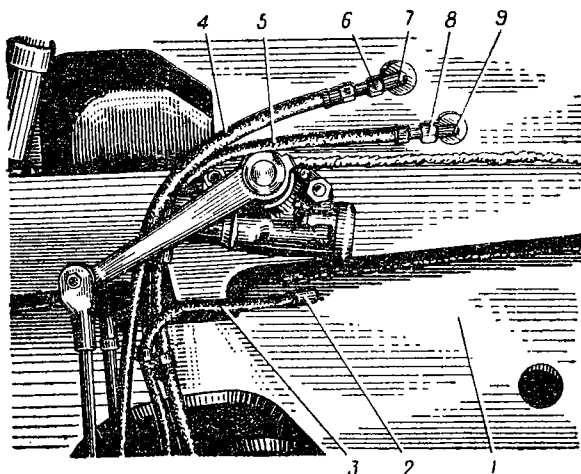

Рис. 28. Присоединение гибких шлангов к корпусу машины:
3. Ослабить винты крепления скоб на воздушных шлангах 4 и 5 (рис. 28) и снять скобы. Отогнуть концы скобы и вывести из скобы шланги. Отвернуть накидные гайки 6 и 8 и отсоединить воздушные шланги от штуцеров 7 и 9.
3. Установить на штуцер 2 (рис. 28) шланга 3 уплотнительное кольцо, вставить штуцер в отверстие корпуса машины и закрепить гайкой с пружинной шайбой.
8. Вывернуть наконечники шлангов 3, 4 и 5 (рис. 28) из правой и левой цапф и снять шланги. Снять с наконечника шланга 3 уплотнительное кольцо.
7. Надеть на наконечник шланга 3 (рис. 28) уплотнительное кольцо и вернуть в правую и левую цапфы. Ввернуть наконечники шлангов 4 и 5 в штуцера правой и левой цапф.